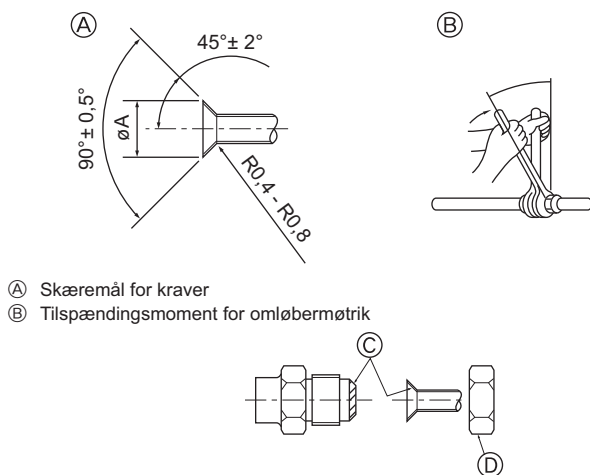

Fig. 4-2
(A) (Fig. 4-2)
(B) (Fig. 4-2)
4.2. Forbindelsesrør (Fig. 4-2)